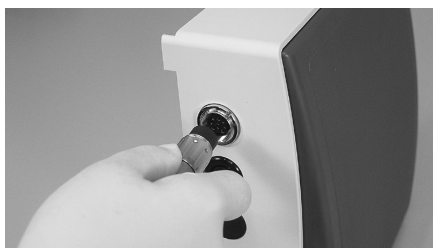

Abb.3
Stecken Sie den Motorkabelstecker nach Ausrichten mit der Kerbe in den ⑬ Motoranschluss und fixieren Sie ihn durch Anziehen der Überwurfmutter des Kabelsteckers (Abb. 3).